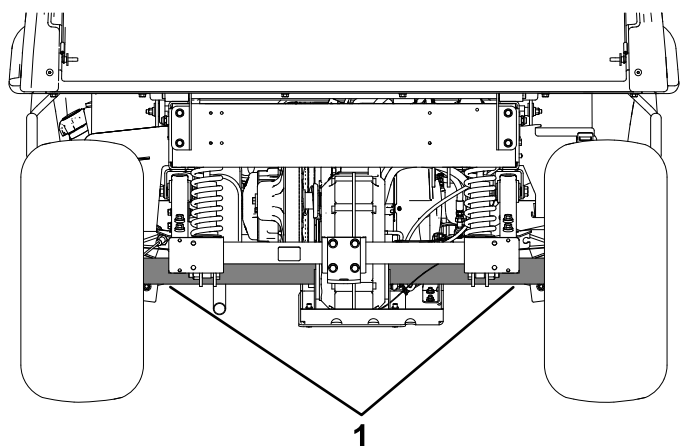

Figura 20
- Punctul de ridicare din partea din spate a mainii este situat sub tubul axului (Figura 20).